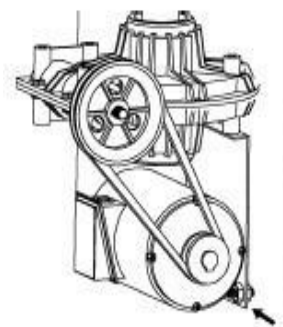

Figure 11
- Serrez les vis pour la tension de la courroie. (**Fig 11**)